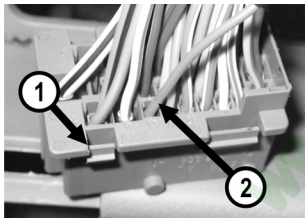
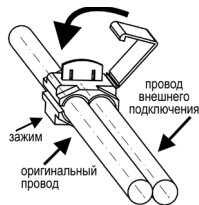

Рис.3 Подключение ДУТ
Рис. 5
- Снимите монтажный блок, но колодки, подходящие к нему, не отсоединять. За ним, в глубине, находится серая 33-х контактная колодка (**поз.1, Рис.3**) жгута панели приборов к жгуту заднему. Далее соедините зажимом (**Рис.5**) розовый провод из жгута БК с розовым проводом (заводским) (**поз.2, Рис.3**).
для автомобиля с установленным газобаллонным оборудованием, провод «Сигнал ГБО» рекомендуем подключать одним из двух способов – либо к управляющему выводу клапана жидкой фазы или эмулято ра форсунок (на этом выводе появляется +8...12 Вольт при включении подачи газа), либо к управляющей кнопке (нужно найти в разъеме кнопки провод, на котором появляется +8...12 вольт при включении газа). Порог включения режима подсчёта параметров при работе автомобиля на газе в БК составляет +6 вольт. Если напряжение на входе «Сигнал ГБО» 0...+5 вольт, то БК переходит в режим подсчёта параметров при работе автомобиля на бензине. Соедините провода зажимом (рис.5) с соответствующим проводом в жгуте БК.
1. **Подключение сигнала расхода топлива (СРТ):** соедините зажимом (Рис.5) оранжевый провод из жгута БК с желто-красным проводом колодки комбинации приборов.
2. **Подключение датчика скорости автомобиля (ДСА):** соедините зажимом (Рис.5) коричневый провод из жгута БК с серым проводом колодки комбинации приборов.